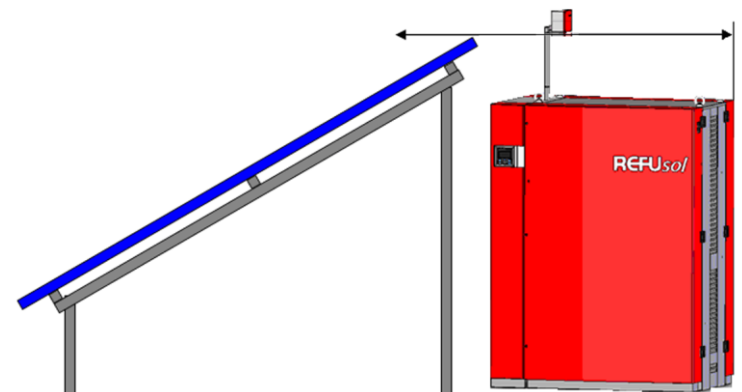

Abb. 3: Montagebeispiel Mindestaufbauhöhe des REFUconnect
- REFUconnect möglichst hoch über dem Boden, über allen anderen Objekten montieren (Mindestaufbauhöhe Abb. 3)